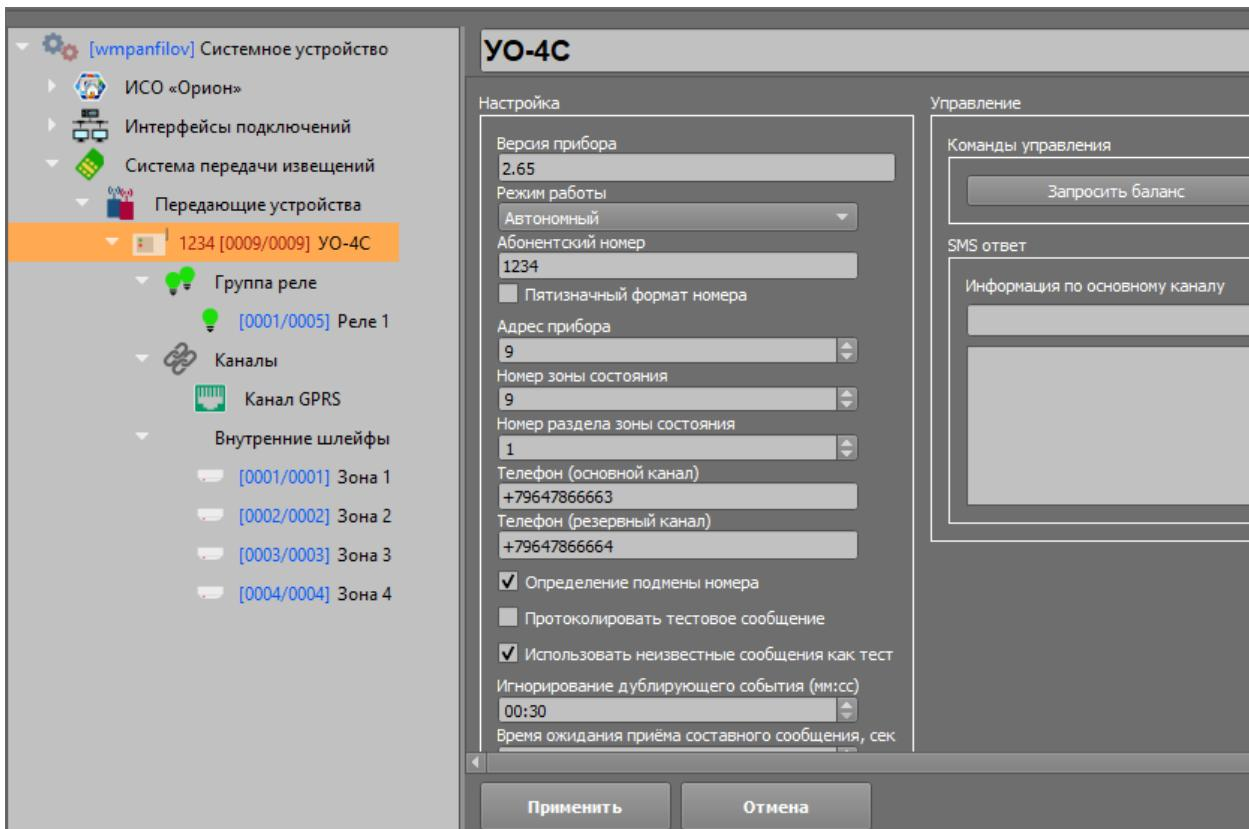

Рисунок 2-17. Пример настройки работы УО-4С в автономном режиме
2. оставьте нумерацию Contact ID номера этим зонам – без изменений (0);
3. в настройках прибора в списке «Режим работы» установите режим «Автономный», параметры «Номер зоны состояния» и «Номер раздела зоны состояния» оставьте без изменений (0) (Рисунок 2-17). Примените изменения;